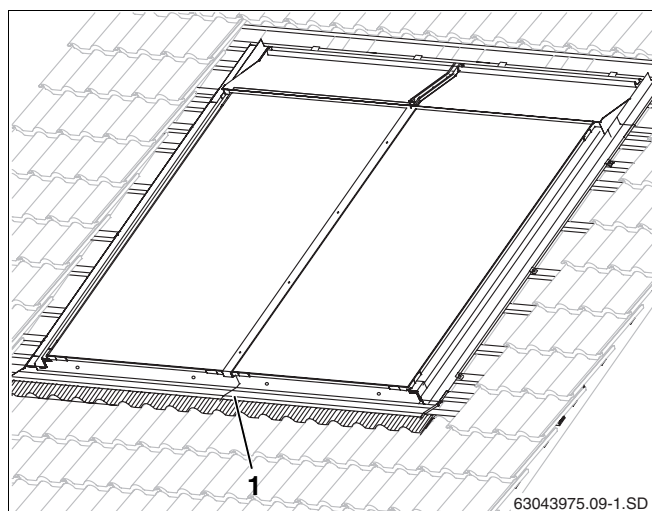

Fig. 41 Profili sagomati d'integrazioni montati su tutto il perimetro
In caso di montaggio orizzontale, le lamiere di copertura inferiori, centrali e superiori non si sovrappongono tra i collettori (fig. 41, **pos. 1**), bensì al centro dei collettori.